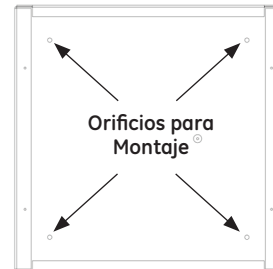

FIGURA 3
- Asegure la caja de montaje de accesorio a la superficie del techo usando 4 tornillos para techo y anclaje donde sean necesarios. El diámetro mínimo recomendado para los tornillos para techo es de ¼" (Vea la Figura 3).